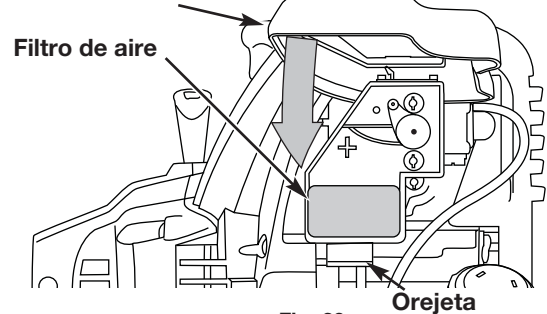

Fig. 29
8. Gire la tapa hacia abajo hasta que la lengüeta de la placa posterior del filtro de aire se enganche en la ranura de la tapa del filtro de aire (Fig. 29).